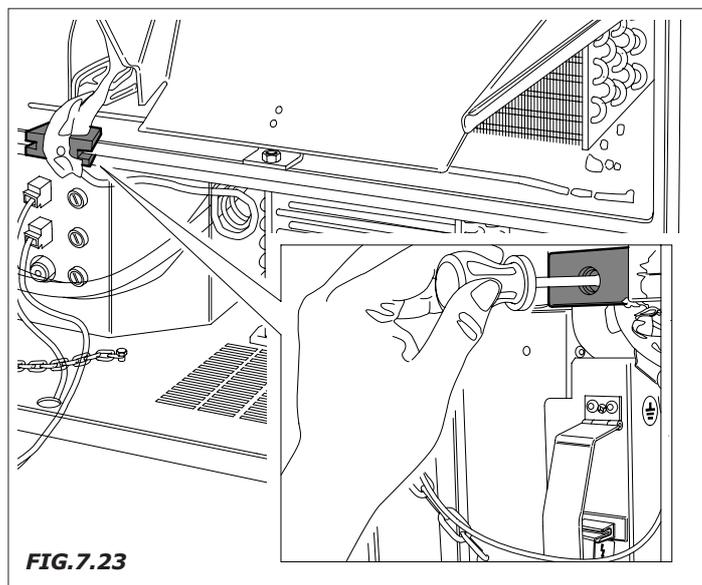

FIG. 7.23
- Extraer el tornillo de la toma del cable y extraer la sección móvil (Fig.7.23).